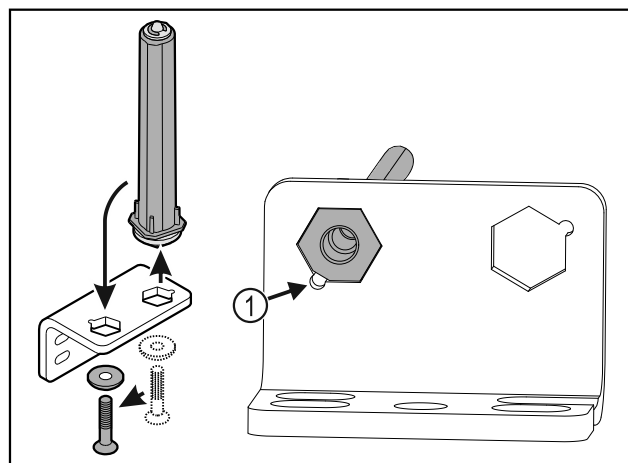

Fig. 39
- ▶ При поставянето внимавайте за това, скосяването на болта Fig. 39 (1) да сочи към кръглия отвор.